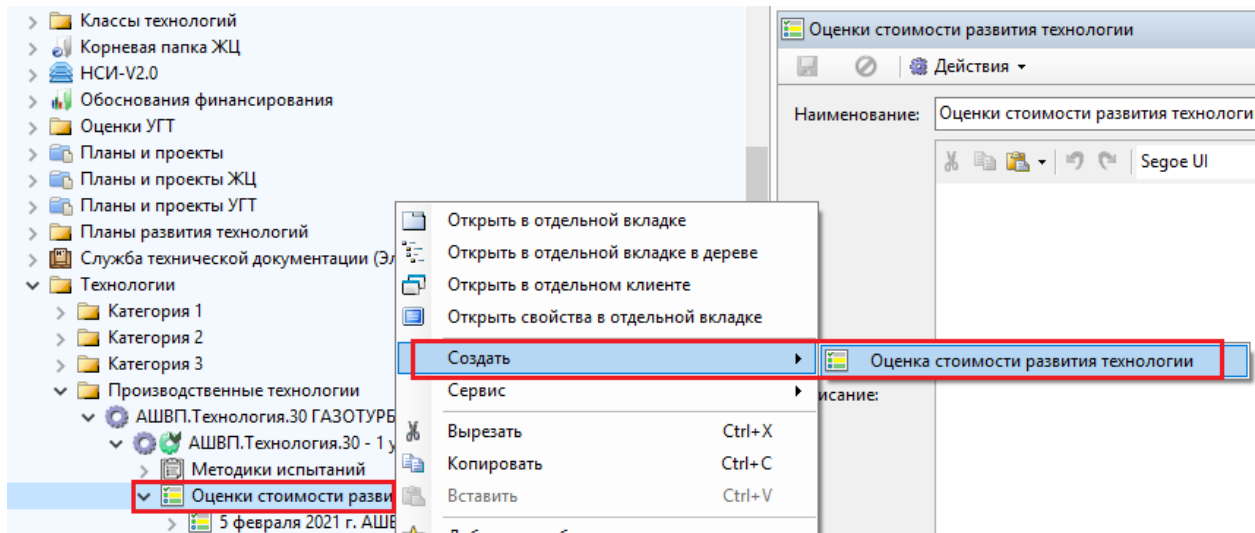

Рисунок 285 — Создание ИО «Оценка стоимости развития технологии»
- в контейнере создать ИО «Оценка стоимости развития технологии» (Рисунок 285);